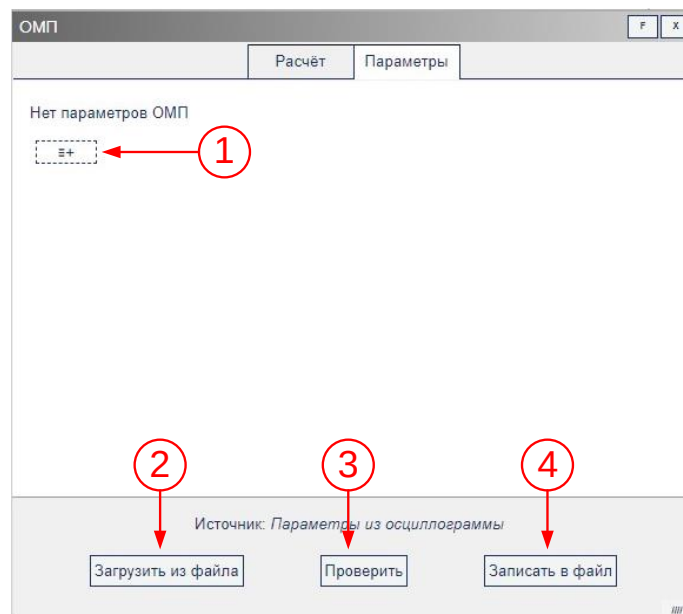

Рисунок 28 – Вкладка Параметры
3.5.18.1 Вкладка «Параметры» окна ОМП показана на рис. 28.
3.5.18.3 Если в файле осциллограммы отсутствуют параметры ОМП, то окно ОМП будет пустым. Для создания параметров ОМП необходимо нажать на кнопку «*Добавить линию*» (см. рис. 28, поз. 1).
3.5.18.13 После того, как параметры ОМП были заданы или автоматически загружены из осциллограммы, можно проверить конфигурацию ОМП на наличие ошибок. Для этого необходимо воспользоваться кнопкой «Проверить» (см. рис. 28, поз. 3).
3.5.18.14 Конфигурацию ОМП возможно загрузить из текстового файла. Для этого необходимо нажать на кнопку «Загрузить из файла» (см. рис. 28, поз. 2) и выбрать файл с параметрами ОМП.
3.5.18.15 Настроенную конфигурацию ОМП можно сохранить в файл с расширением *.ini*. Для этого необходимо нажать кнопку «*Записать в файл*» (см. рис. 28, поз. 4), задать имя файла и его расположение. В дальнейшем сохраненные параметры ОМП можно вставить в файл конфигурации Регистратора.